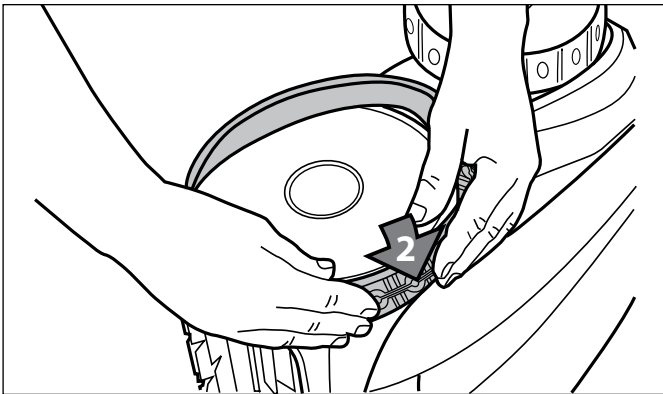

**Figura 37. Orientación de los neumáticos de repuesto**
3. Para reemplazar el neumático, ubique el neumático en la rueda, asegurándose de orientarlo de modo que la palabra "INSIDE" ("adentro") quede hacia el cuerpo del limpiador (Figura 37).